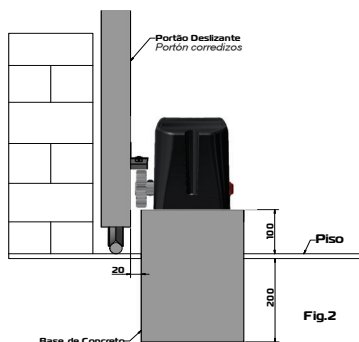

Fig.2
2. A altura (h) da base de concreto deverá ser de 100 mm sobre o piso e 200 mm abaixo do piso assim proporcionando um excelente apoio ao equipamento. Esta base de concreto deverá estar a 20 mm de distância a da folha do portão (fig. 2).
La altura (h), hace referencia a la altura de la base, que se eleva sobre el piso, mínimo 100mm y 400mm de profundidad, proporcionando un cimiento firme. La base deberá estar a 20mm de la hoja del portón (fig. 2).